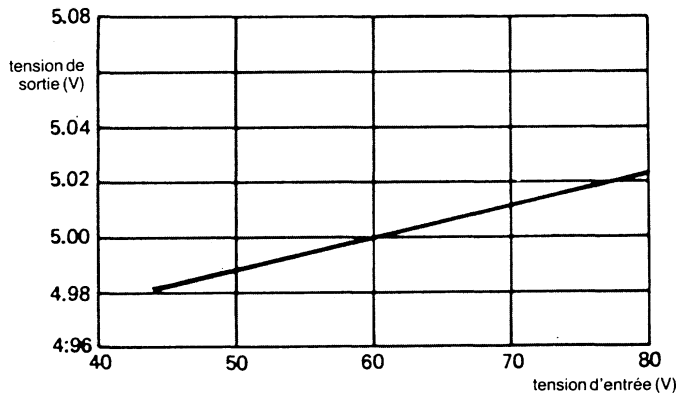

Fig. 2 : Tension de sortie en fonction de la tension d'entrée pour un courant charge de 20 A.
- La variation obtenue dans toute la plage de tension d'entrée, 44 à 80 V, est environ de 1 % (cf. Figure 2).